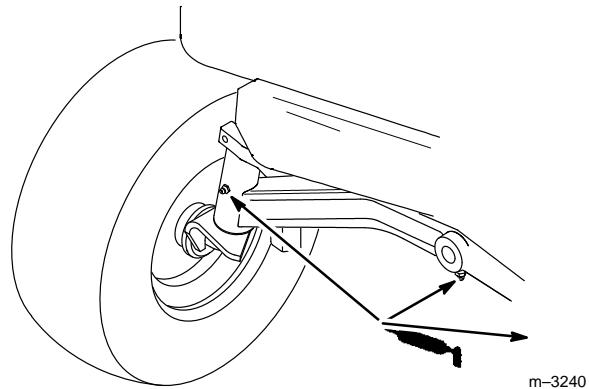

Abbildung 31
- Den linken und rechten Achszapfen schmieren, bis das Fett beginnt, aus den Lagern auszutreten (Abb. 31).
- Den vorderen Achsschenkel schmieren (Abb. 31).